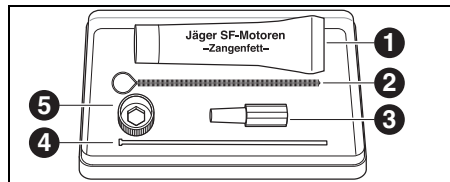

Bild 29 Serviceset für Jäger-Spindel
- ▷ Den äußere Kegel der Spannzange mit dem im Set enthaltenen Zangenfett ([1] in Bild 29 auf Seite 39) leicht einfetten.